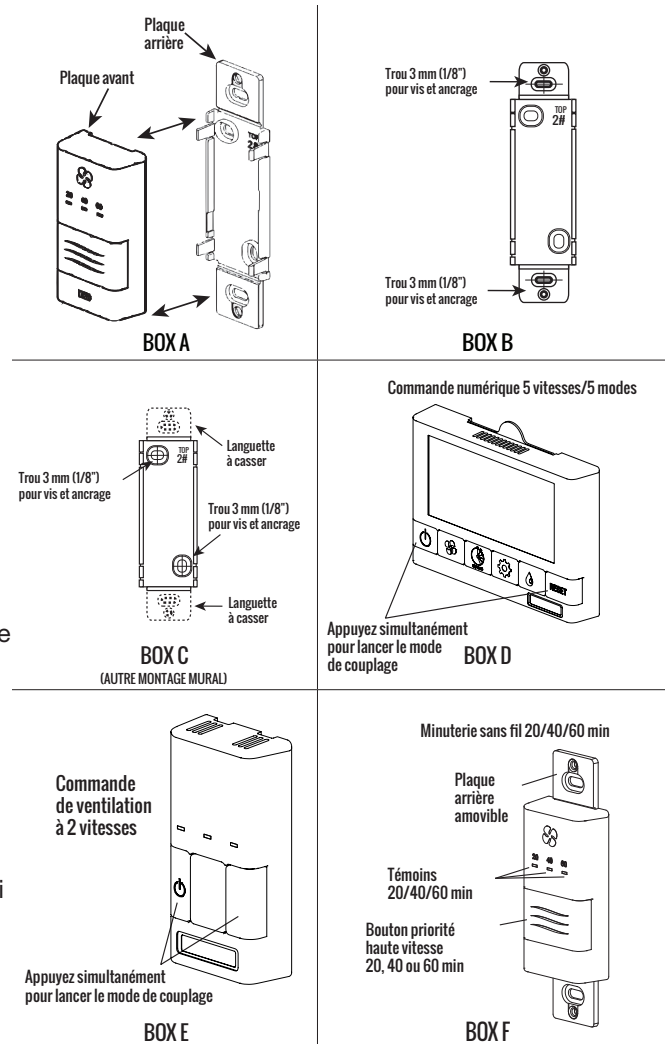

Figure 27 - Installation de la minuterie
2. Couplage avec la commande DXPL02 ou DXPL03 Deluxe : appuyez simultanément sur les boutons gauche  et droit (RESET) de la commande. L'écran s'éteint et le symbole sans fil  apparaît en clignotant dans le coin inférieur droit de l'écran; cela indique que la commande est en mode de couplage (fig. 27, case D).
3. Couplage avec les commandes de base BC02, BC03 ou BC04 : appuyez simultanément sur les boutons gauche et droit de la commande. La rangée des 3 DEL au bas se met à clignoter; cela indique que la commande principale est en mode de couplage (fig. 27, case E).
1. Séparez la plaque avant de la plaque arrière en la tirant fermement (fig. 27, case A).
2. Pour le montage de la commande sans plaque décorative, cassez les languettes supérieure et inférieure et reportez-vous à la figure 27, case C, pour le montage.
3. Placez la plaque arrière de la commande à l'emplacement souhaité sur le mur et marquez au crayon les trous de vis supérieur et inférieur (fig. 27, cases B ou C). Percez 2 trous de 3 mm (1/8 po).
5. Fixez la plaque avant à la plaque arrière (fig. 27, case F).